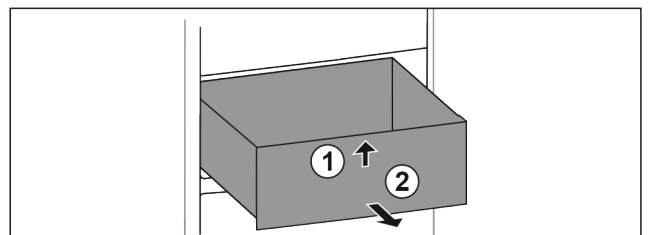

Fig. 68
- ▶ Levante el cajón por delante. Fig. 68 (1)
- ▶ Extraiga el cajón hacia adelante. Fig. 68 (2)